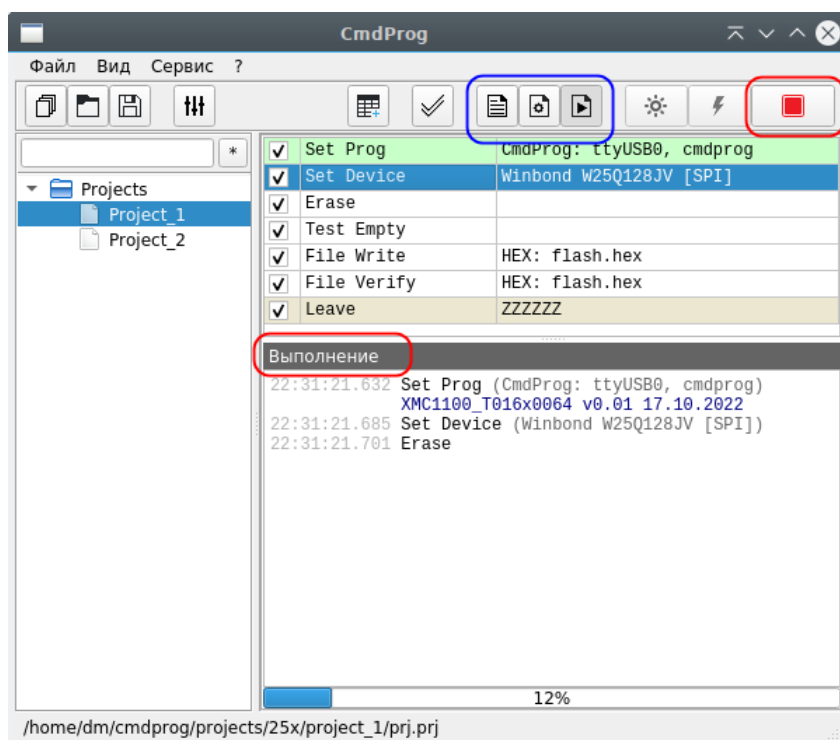

Рисунок 6.1. Ход выполнения
6.3.1. Выполнение конфигурации производится нажатием на кнопку «▶». При этом кнопка меняет изображение на «■» (см. рисунок 6.1). При нажатии на кнопку «■» выполнение конфигурации прекращается. В случае если команда выполнена с ошибкой, то дальнейшее выполнение конфигурации также прекращается.